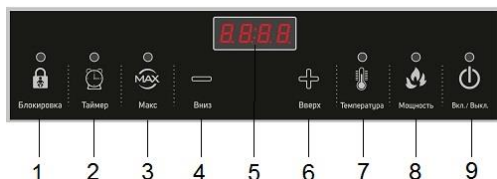

Рис.2
- Нажмите кнопку включения/выключения (9) на рис.2. На дисплее отобразится индикация "ON" и прибор перейдет в режим ожидания. Если в течение 30 секунд не будет выполнено никаких действий, то плитка отключится автоматически.
- В режиме ожидания нажмите кнопку регулировки мощности (8) на рис.2, на дисплее отобразится POWER. Нажмите кнопку «+» / «-», чтобы отрегулировать мощность.
- В режиме ожидания нажмите кнопку регулировки температуры (7) на рис.2, на дисплее отобразится TEMP. Нажмите кнопку «+» / «-», чтобы отрегулировать температуру.